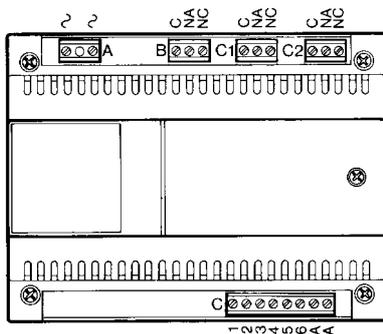

Fig. 8
**Funzioni dei morsetti dell'attuatore THA/200 (fig. 8)**